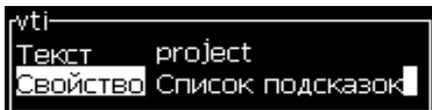

Рисунок 5-7: Атрибут – Подсказка в списке
- Нажмите кнопку “Enter” (ввод) для открытия диалогового окна конфигурации текстовых пользовательских полей (см. Рисунок 5-7).